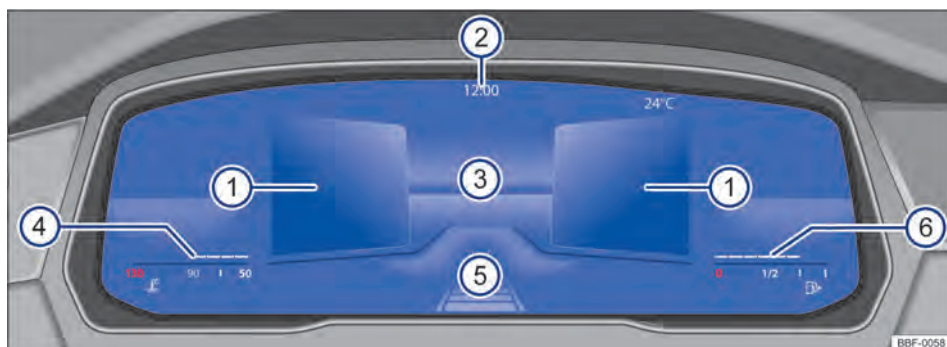

Fig. 12 Active Info Display (variante 2) no painel de instrumentos.
Explicações sobre os instrumentos → **Fig. 12:**
A exibição principal → **Fig. 12 ③** pode ser alterada pressionando o botão **View** no volante multifunções. A representação na área de indicação pode exibir as seguintes vistas:
- **Resumo:** após o encerramento da prontidão para condução: exibição de informações sobre o status do veículo nas áreas ①, por exemplo, posição do hodômetro total.